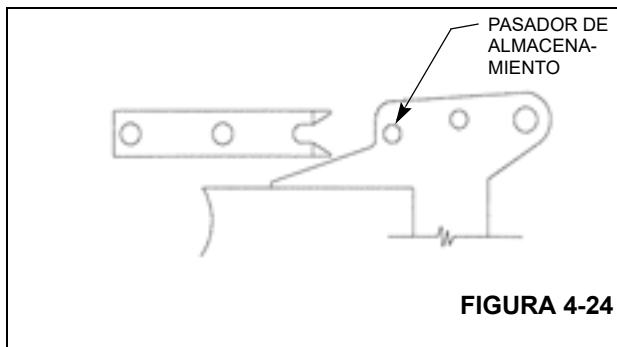

FIGURA 4-24
7. Observe la alineación horizontal de la ranura de los conjuntos de orejetas y el pasador de almacenamiento del plumín. El ajuste horizontal de las orejetas de almacenamiento se obtiene por medio de los agujeros grandes para perno en las orejetas. Desplace las orejetas hacia adentro o hacia afuera para obtener la alineación correcta. Coloque la orejeta superior de modo que sostenga la parte superior del plumín hacia la pluma y la inferior para que sostenga la parte inferior del plumín alejándola de la parte inferior de la pluma; vea la Figura 4-24.